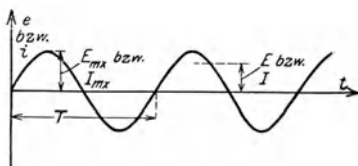

Abb. 21.
b) Durch eine Kurve (Abb. 21).
$\varphi$  Winkel der Phasenverschiebung. Zwischen dem Höchstwert der Spannung und dem Höchstwert des Stromes dreht sich die Maschine um den Winkel  $\varphi$ .  $\varphi$  ist auf Abb. 21 nicht berücksichtigt.